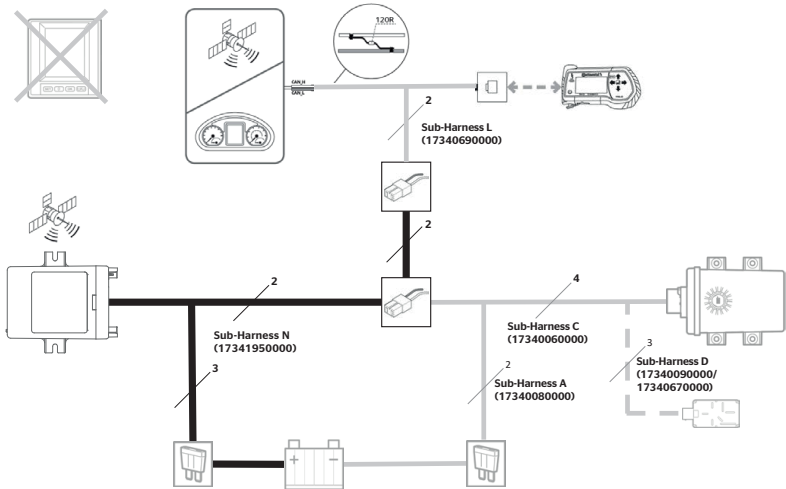

Abb. 2: Variante B
- ◆ Verbinden Sie die Kabelbäume N und L wie in „**Abb. 2: Variante B**“ gezeigt.